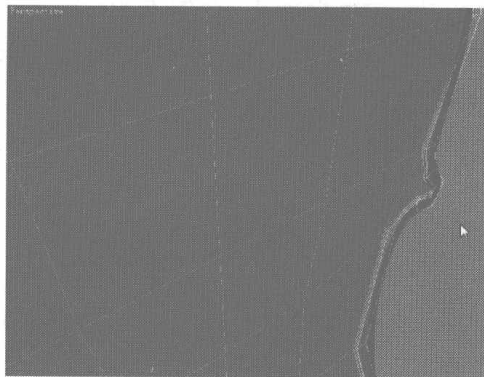
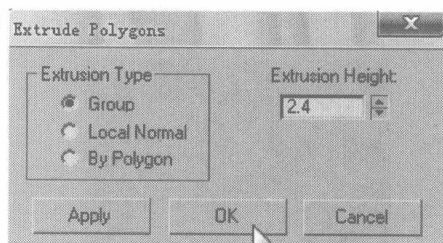
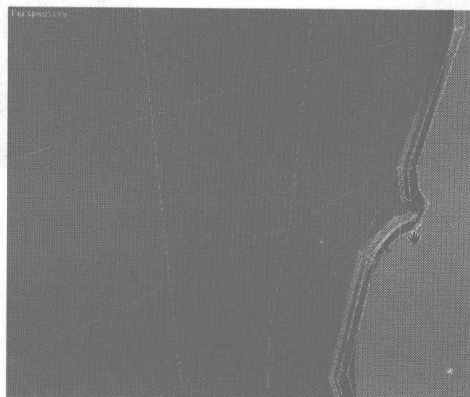

图 5.58
图 5.59
图 5.60
- 13** 选择如图 5.58 所示的面，单击 **Extrude** ☐ 右边的小按钮，在弹出的对话框中设置参数如图 5.59 所示，挤压结果如图 5.60 所示。